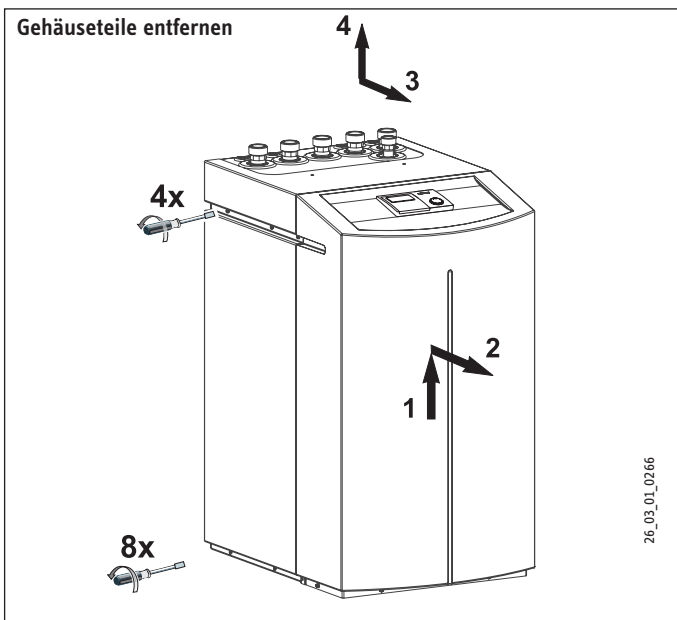

Abb. 3
2. Die acht Schrauben am Sockel des Gerätes herausdrehen (Abb. 3) und das Gehäuse auf den Boden herunterlassen.
Die Anschlussklemmen befinden sich im Schaltkasten (Abb. 10) der WPF und sind nach dem Entfernen der Fronthaube (Abb. 3) und Öffnen der Abdeckklappe zugänglich. Zum Öffnen der Abdeckklappe sind die Befestigungsschrauben seitlich, oben am Schaltkasten zu entfernen. Beim Entfernen der Fronthaube ist darauf zu achten, dass die Leitungen, die den Wärmepumpenmanager mit dem Schaltkasten verbinden, nicht abgerissen werden. Um das Gerät elektrisch anschließen zu können, muss nun noch der Deckel (Abb. 3) demontiert werden.